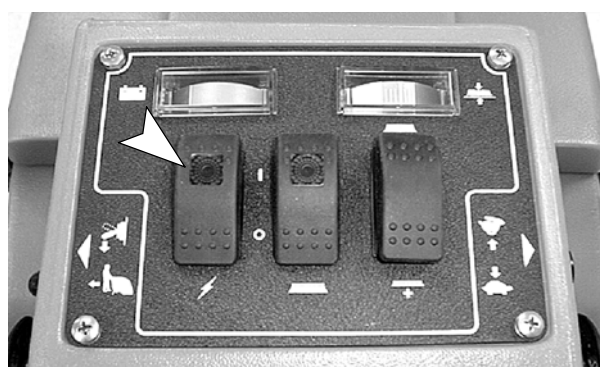

FIG. 9
1. Tournez la clé en position ON, si la machine en est équipée, puis activez le commutateur central d'alimentation (Figure 9).